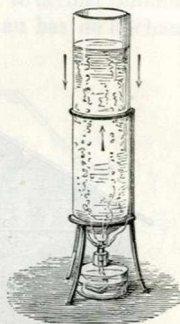

Fig. 77.
**Histoire.** — Quand on chauffe de l'eau par le bas, il s'établit un courant ascendant d'eau chaude dans l'axe du vase, et des courants descendants d'eau froide le long des parois (*fig. 77*). Ces mouvements répartissent promptement la chaleur dans la masse, et ils continuent jusqu'à ce que toutes les couches liquides se trouvent à la même température. Enfin, ils se reproduisent pendant le refroidissement, mais en sens inverse. Personne n'avait encore songé à tirer un parti utile de ce phénomène, lorsque, dans la seconde moitié du siècle dernier, un physicien français du nom de Bonnemain y vit la possibilité d'un nouveau procédé de chauffage. Il fit même plus, car il poussa si loin l'étude du côté